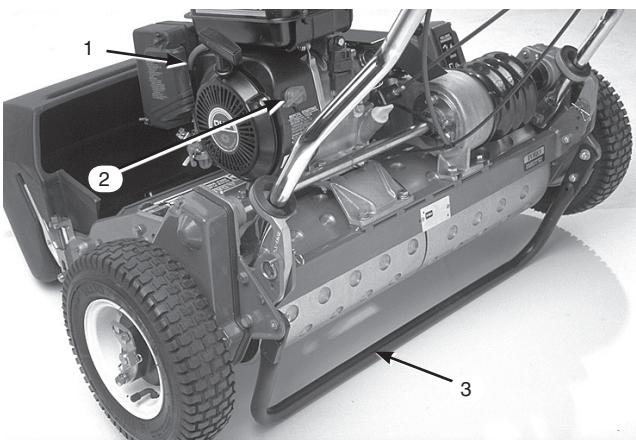

図23
On/Off スイッチ (図23)
リコイル・スタータ (図23)
キック・スタンド (図23)
3. ON/OFFスイッチ (図23) をONとする。